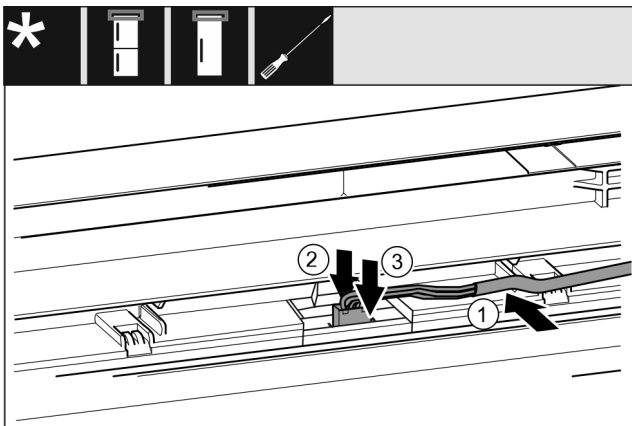

Fig. 44
- ▶ Graues Kabel in die Führung in der oberen Tür einlegen. Fig. 44 (1)
- ▶ Rastnase nach hinten drücken. Fig. 44 (2)
- ▶ Stecker einrasten. Fig. 44 (3)